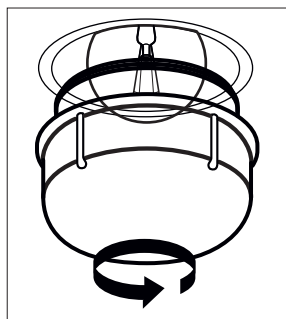

Figure 29
2. Retirez la protection en verre en la tournant dans le sens antihoraire (Voir figure 29). L'utilisation de gants en plastique peut vous aider si vous avez des difficultés à la faire tourner.